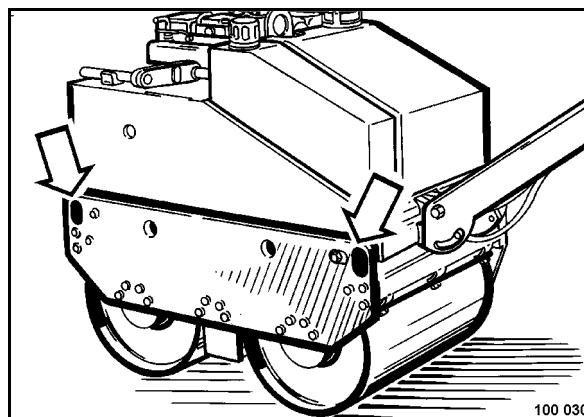

Fig. 51
- Fijar la máquina en el medio de transporte. A este efecto hay que fijar el atado en ambos lados en los puntos de atado marcados (Fig. 51).